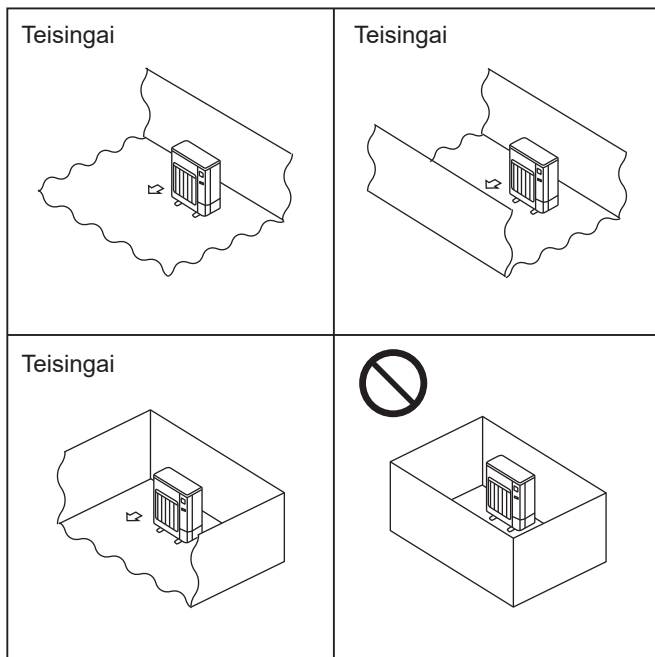

Fig. 2-1
- © Išorinius įrenginius montuokite vietoje, kurioje prie jų būtų galima prieiti bent iš keturių pusių. Be to, vieta turi būti pakankamai didelė be jokių nuolaidžių paviršių. (Fig. 2-1)